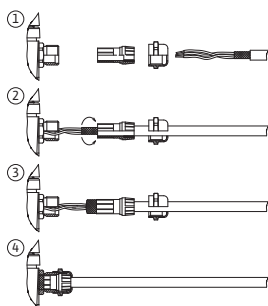

Fig. 24: Skärmklämma
Skärmen ansluts till kabelgenomföringen på elektronikmodulen. Se Fig. 24.
Kablarna till de digitala ingångarna, analoga ingångarna och buskommunikationen måste vara avskärmade via metallkabelförskruvningen till kabelgenomföringen (Fig. 18, pos. 4, 5 och 6). Avskärmning se Fig. 24.